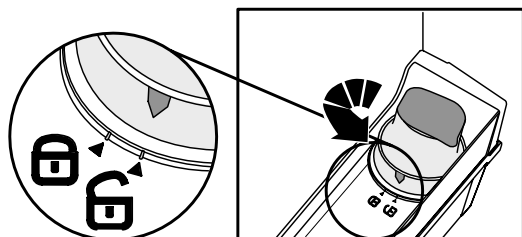

Fig. 3
- Déverrouillez le filtre au complet en tournant dans le sens antihoraire (Fig. 3);
(Vous pouvez suivre la procédure décrite dans la section Activation du filtre au charbon et installation du filtre - Fig. 3, 4, 5, 6, 7, 8).